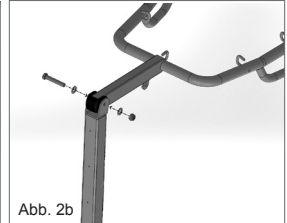

Abb. 2b
4. Befestigen Sie den Arm mit den mitgelieferten Schrauben an der Säule. (Abb. 2b)